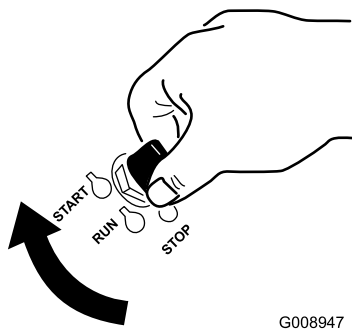

Figura 18
7. Rode a chave da ignição para a posição Start (ligar) (Figura 18). Quando o motor arrancar, solte a chave.